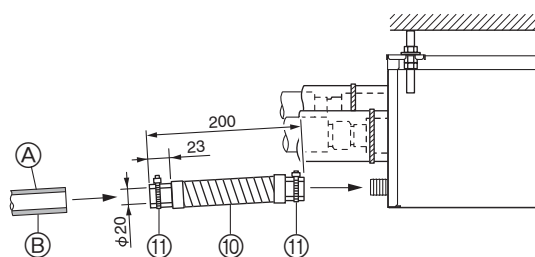

Fig. 8-1
- (1) Нанесите ПВХ адгезив (приобретается на месте) на дренажное соединение ответвительной коробки и насадите присоединяемый дренажный шланг ⓐ на соединение как можно дальше. (Fig. 8-1)
- (2) Вставьте жесткую ПВХ трубу (VP-16, приобретается на месте) в присоединяемый дренажный шланг ⓐ, нанесите клей и закрепите ее. (Fig. 8-1)
- (3) Наденьте зажим ⓑ на присоединяемый дренажный шланг ⓐ. (Fig. 8-1)